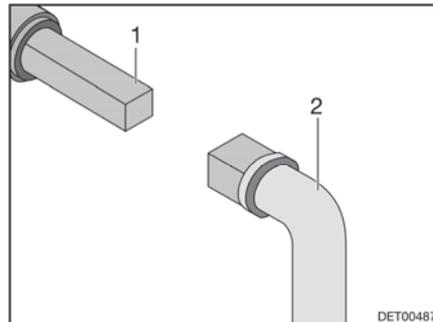

Fig. 97 Utilisation du robinet d'évacuation des eaux usées
- Insérer la clé (Fig. 97,2) sur la vis à quatre pans (Fig. 97,1).